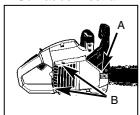

Abb. 20A
FUNKENGITTER (Abb. 20A)
1. Entfernen Sie die 2 Befestigungsmuttern der Schiene (A) und lösen Sie die 2 Schrauben (B), die die Abdeckung der Kettenbremse festhalten (Abb. 20A).